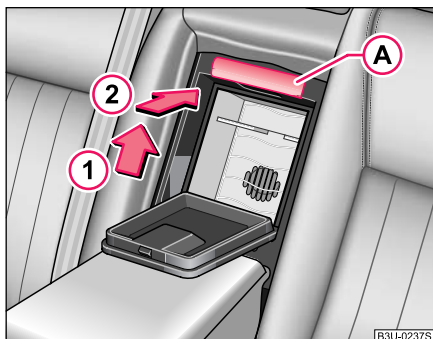
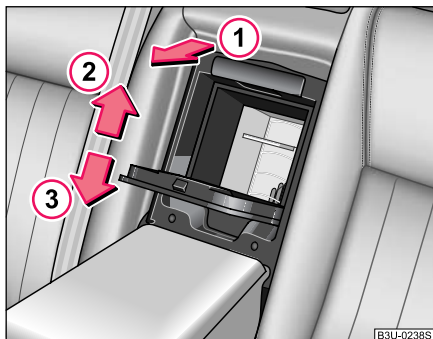

Fig. 69 Demontarea cutiei frigorifice
Fig. 70 Montarea cutiei frigorifice
- Trageți zăvorul (A) afară ⇒ Fig. 69.
- Apăsăți partea interioară a cutiei frigorifice din interior în direcția săgeții (1) și coborâți cutia frigorifică în portbagaj (vezi săgeata (2)).
- Rabatați capacul cutiei frigorifice pe rama de susținere ⇒ Fig. 70.
- Trageți cutia frigorifică de cantul superior în față până în punctul maxim (vezi săgeata (1)), apăsați cu palma peretele superior (vezi săgeata (2)), trageți cutia frigorifică din nou în față iar apoi apăsați-o în jos (vezi săgeata (3)).
- Împingeți zăvorul (A) ⇒ Fig. 69 până în punctul maxim în rama de susținere.